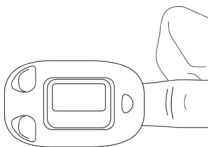

Figura 5 Posizionare il dito
- ❗ Il dito deve essere posizionato correttamente (vedere figura 5 allegata), in quanto un montaggio errato o una posizione di contatto con il sensore impropria influenzeranno la misurazione.
- 2) Aprire il sensore come mostrato in figura 5.